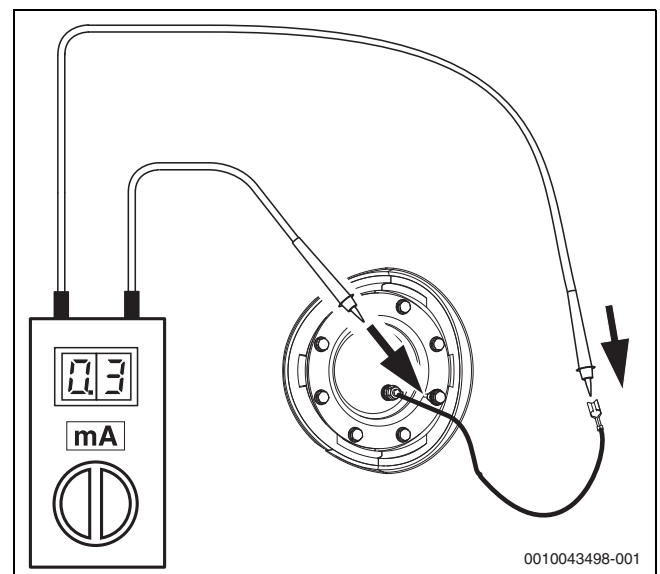

Bild 46
Bei isoliert montierten Magnesiumanoden zusätzlich möglichst jährlich den Schutzstrom mit dem Anodenprüfer messen (→, Abb. 46). Der Anodenprüfer ist als Zubehör erhältlich.
- ▶ Übergangswiderstand zwischen dem Schutzleiteranschluss und der Magnesium-Anode prüfen. Wenn der Anodenstrom < 0,3 mA beträgt, Magnesiumanode austauschen (→ Abb. 46).